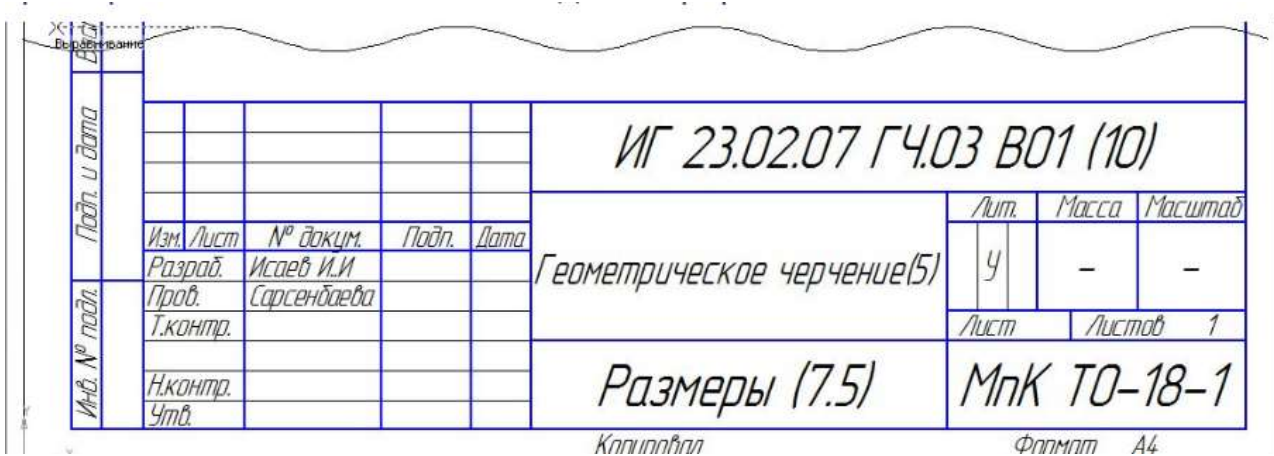

Рис.2 Пример выполнения основной надписи формы 1, 2а
Чертеж оформляется рамкой, которую проводят сплошной основной линией от верхней, правой и нижней сторон внешней рамки на 5мм и на 20мм от левой для подшивки листа. В правом нижнем углу формата помещают основную надпись чертежа (угловой штамп) Рис.1. Форма, содержание и размер графической основной надписи для технических чертежей (рис.2)
2. Соблюдая размеры основной надписи (рис.2) вычертите контуры сплошной тонкой линией;